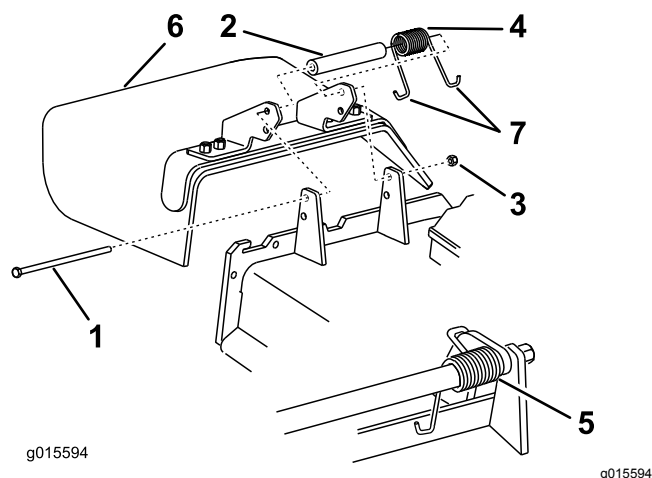

Figura 86
1. Togliete il dado di bloccaggio, il bullone, la molla e il distanziale che fissano il deflettore alle staffe orientabili del tosaerba (Figura 86).
Nota: Verificate che un'estremità a gancio J della molla si trovi dietro il bordo del piatto di taglio prima di montare il bullone, come illustrato nella Figura 86.
6. Infilate l'estremità a gancio J della molla attorno al deflettore dello sfalcio (Figura 86).